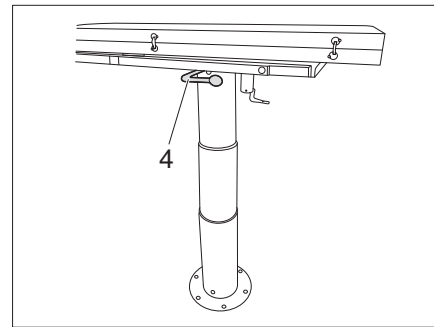

Fig. 118 Table pliante, abaissable
- Desserrer le levier (Fig. 118,4) pour l'abaissement de la table et faire pression sur la table vers le bas.